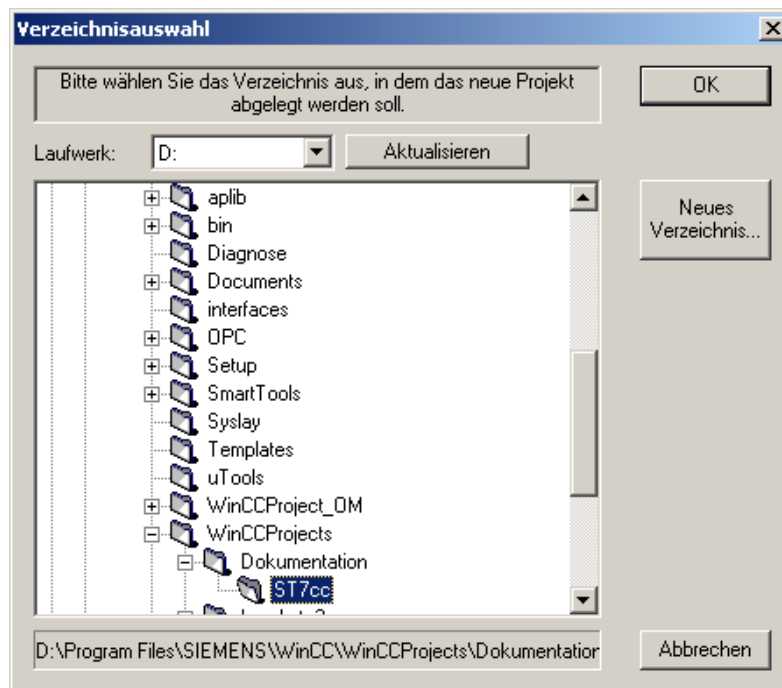

Bild 3-3 Dialog zum Anlegen eines ST7cc-Projekts innerhalb des WinCC-Projekts.
Der Dialog *Verzeichnisauswahl* öffnet sich (siehe Bild 3-3).
3. Selektieren Sie das WinCC-Projektverzeichnis, in Bild 3-3 z. B. das WinCC-Projekt *ST7cc_Documentation*.